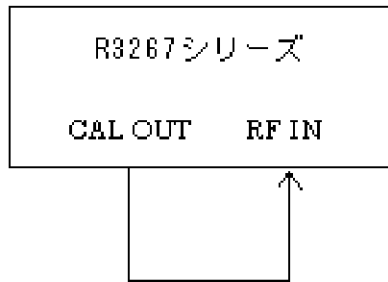

図 6-6 周波数偏移測定接続図 (DECT)
1. R3267 シリーズを図 6-6 のように接続します。